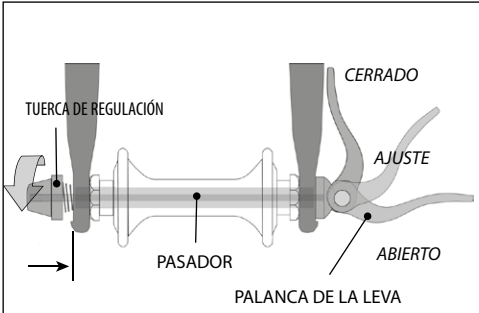
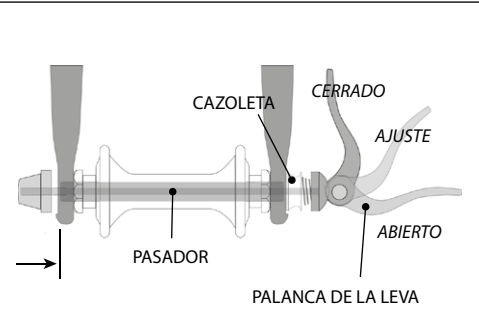

ILUSTRACIÓN 8a.
ILUSTRACIÓN 8b
Actualmente existen dos tipos de mecanismos de sujeción de rueda con leva excéntrica: la leva excéntrica tradicional (ilustración 8a) y el sistema de leva y cazoleta (ilustración 8b). Ambos utilizan una leva excéntrica para sujetar la rueda de la bicicleta en su sitio. Es posible que su bicicleta cuente con un sistema de sujeción de leva y cazoleta para la rueda delantera y con un sistema de leva tradicional para la rueda trasera.
A. Ajuste del mecanismo de leva tradicional (ilustración 8a)
B. Ajuste del mecanismo de leva y cazoleta (ilustración 8b)
- (3) Si la horquilla delantera tiene un mecanismo de sujeción secundario de quita y pon, suéltelo y continúe con el paso (4). Si la horquilla delantera tiene un mecanismo de sujeción secundario integrado y un sistema de leva tradicional (ilustración 8a), afloje la tuerca que regula la tensión lo suficiente para poder extraer la rueda de las punteras. Si la rueda delantera tiene un sistema de leva y cazoleta (ilustración 8b) apriete la cazoleta y la palanca de la leva para juntarlas mientras quita la rueda. En el sistema de leva y cazoleta no es necesario que gire ninguna pieza.
- (1) Si la bicicleta tiene un sistema de sujeción de la rueda delantera con leva, mueva la palanca de la leva para que se aleje de la rueda (ilustración 8b). Ahora se encuentra en la posición ABIERTA. Si la rueda delantera de la bicicleta está sujeta con un perno pasante o mediante pernos, continúe con el paso siguiente.
- (3) Si tiene un mecanismo con leva tradicional: con la mano derecha sujete la palanca de leva en la posición de AJUSTE, gire la tuerca que regula la tensión con la mano izquierda hasta que esté apretada contra la puntera de la horquilla (ilustración 8a). Si tiene un sistema de leva y cazoleta: la tuerca y la cazoleta (ilustración 8b) habrán quedado encajadas en el área rebajada de las punteras de la horquilla y no se necesitará ajuste.
- (4) Empuje la rueda con firmeza hasta la parte superior de las ranuras en las punteras de la horquilla y, al mismo tiempo, centre la llanta de la rueda con respecto a la horquilla:
- (3) En un sistema de cambio con desviador, tire del cuerpo del desviador hacia atrás con la mano derecha.
- (4) Con un mecanismo de leva, coloque la palanca del cierre rápido en la posición ABIERTA (ilustración 8b). Si dispone de un mecanismo de perno pasante o de sujeción con pernos, afloje el o los elementos de unión con una llave adecuada, una palanca de bloqueo o la palanca integrada. A continuación empuje la rueda hacia delante hasta que pueda quitar la cadena del piñón trasero.
- (5) Levante la rueda trasera unos cuantos centímetros del suelo y sáquela de las punteras traseras.
Algunas bicicletas están dotadas de una tija con abrazadera de leva. La abrazadera de leva de la tija funciona exactamente como el elemento de unión tradicional de la rueda mediante leva (sección 4.A.2). Una abrazadera de leva tiene el aspecto de un perno largo con una palanca en un extremo y una tuerca en el otro y utiliza una leva excéntrica para sujetar la tija (véase la ilustración 8a).